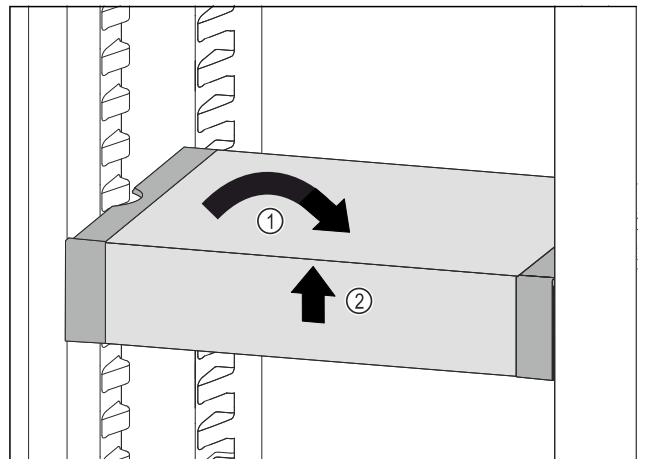

Fig. 105
- Remettre le VarioSafe droit. Fig. 105 (1)
- Soulever la partie avant du VarioSafe. Fig. 105 (2)